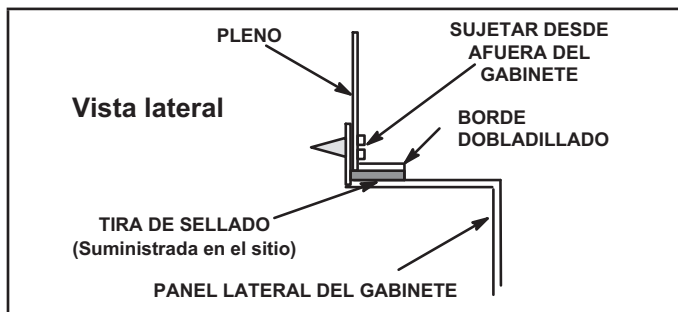

FIGURA 9
- 1 - El borde inferior del pleno debe bridarse con un borde dobladillado (ver la Figura 9).